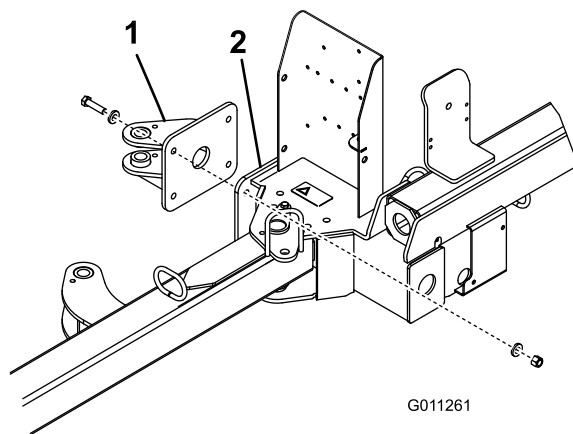

Figura 5
1. Montate la linguetta posteriore dell'attuatore sul telaio della spazzatrice con 4 bulloni (1/2 x 2 poll.), 8 rondelle piane (0,531 x 0,063) e 4 dadi di bloccaggio (1/2 poll.). Collocate i componenti come illustrato nella Figura 5.